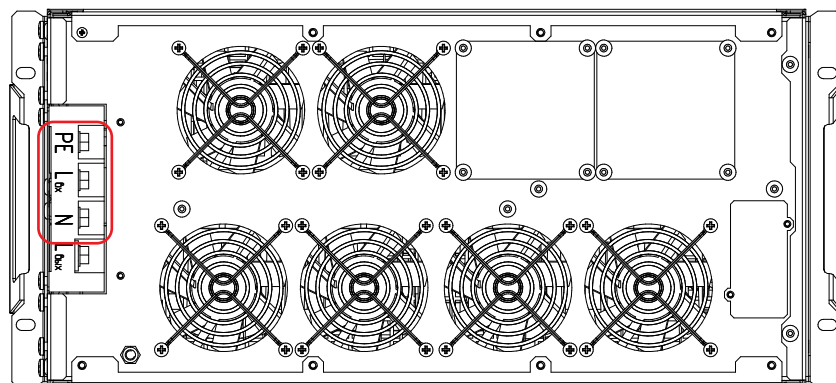

Рисунок 26. Стабилизаторы ШТИЛЬ IS12000RT и IS15000RT. Выводы «PE-Lvx-N»
- у моделей IS12000RT, IS15000RT, IS20000RT с помощью выводов «PE-Lvx-N» (**рисунок 26**).